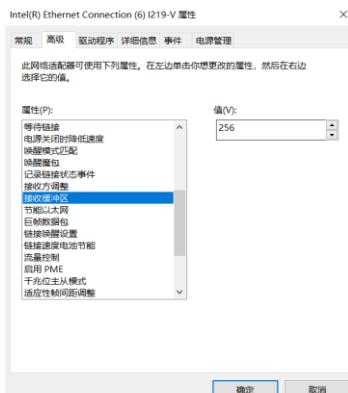

图4-2 网卡属性配置
- 选择硬件和声音 > 设备管理器 > 网络适配器，选中对应的网卡，打开属性中的高级菜单进行设置，将接收缓冲区设置为最大值，如图 4-2 所示。